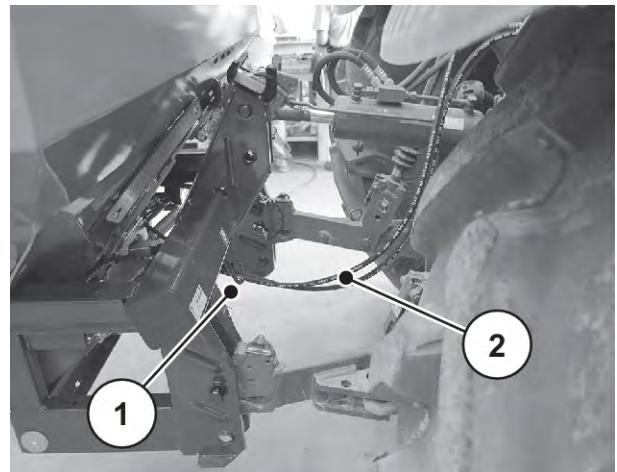

Рис. 25: Направляющая гидравлических шлангов
- ▶ Проложите гидравлические шланги под поперечной трубой. См. Рис. 25 *Направляющая гидравлических шлангов*